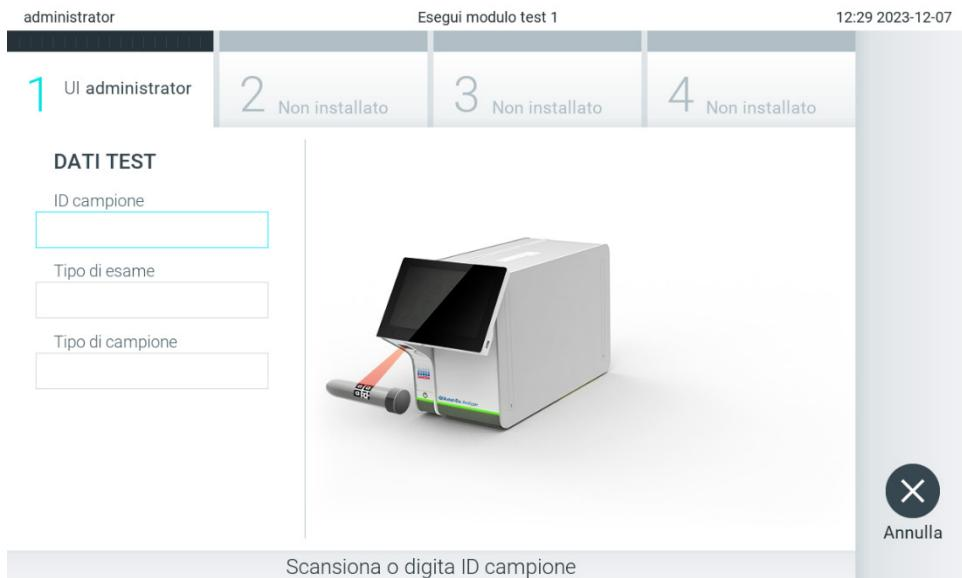

Figura 85. Scansione del codice a barre dell'ID campione.
- Quando richiesto, eseguire la scansione del codice a barre dell'ID campione utilizzando il lettore di codici a barre integrato nel modulo operativo (Figura 85).